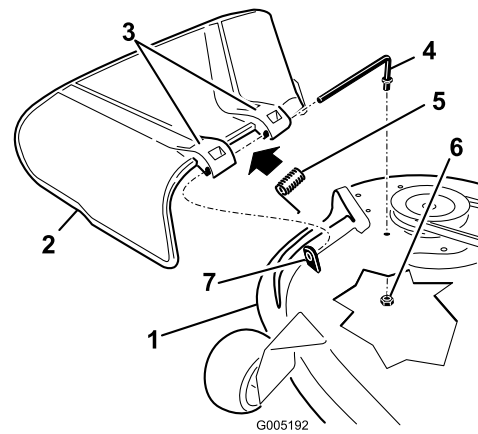

Bild 48
1. Machen Sie die in Bild 48 gezeigten Teile ausfindig.
2. Nehmen Sie die Mutter (3/8 Zoll) aus der Stange unter dem Mähwerk ab (Bild 48).
3. Schieben Sie die Stange aus dem kurzen Vorsprung, der internen Sicherungsscheibe, der Feder und dem Ablenkblech (Bild 48). Entfernen Sie defekte oder abgenutzte Ablenkbleche.
4. Setzen Sie das Ablenkblech und die interne Sicherungsscheibe wieder ein (Bild 48).
6. Setzen Sie die Feder mit den Enddrähten nach unten auf die Stange, zwischen die Ablenkblechhalterungen. Schieben Sie die Stange durch die zweite Ablenkblechhalterung und die interne Sicherungsscheibe (Bild 48).
7. Schieben Sie die Stange vorne am Ablenkblech in den kurzen Vorsprung am Mähwerk. Befestigen Sie das hintere Stangenende mit einer Mutter (3/8 Zoll) am Mähwerk (Bild 48).